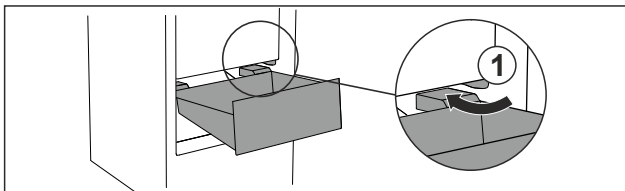

Fig. 73
- ▶ Обвести висувний ящик навкис навколо стопора Fig. 73 (1).